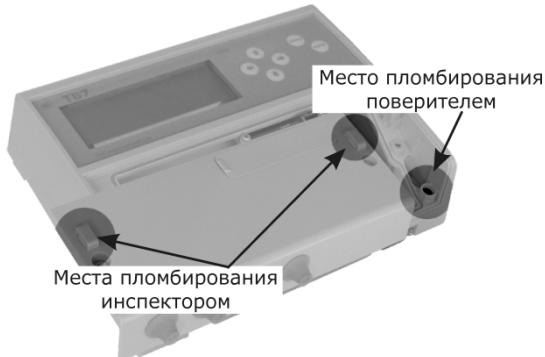

Рис. 1.2 – Места пломбирования вычислителя
**Защита от изменения калибровочных коэффициентов и от внесения изменений в электронный модуль** выполняется нанесением оттиска клейма поверителя (рис. 1.2) на задней стенке тепловычислителя.
**Защита настроек параметров** обеспечивается пломбой инспектора теплоснабжающей организации (рис. 1.2).
После поверки ТВ7 приборный отсек пломбируется поверителем. Места пломбирования показаны на рис. 1.2.